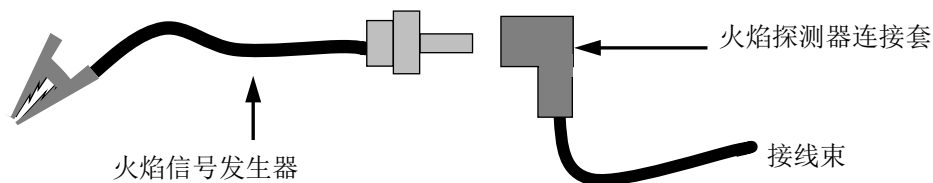

图 6-5: 连接火焰信号发生器
- (b) 按三 (3) 次 **BACK（返回）** 按钮返回到上级菜单。
- (c) 当控制器进入点火阶段时，控制面板将显示 **IGNITION TRIAL（点火试验）**。此时将鳄鱼夹（参见图 6-5）连接到任何裸露的金属表面或接地。C-More 显示屏此时应会显示 **FLAME PROVEN（火焰已确认）**，并且点火率开始向 100% 上升。请注意，锅炉中此时没有燃气或火焰。